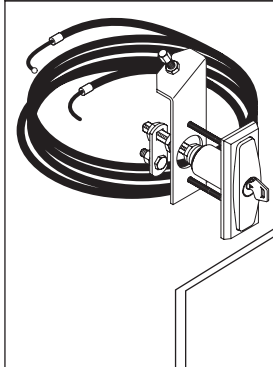

Рис. 24
- ST Автоматический разблокиратор подъемно-поворотных ворот. Крепится к тяговому рычагу и автоматически освобождает боковую защелку ворот (Рис.24).